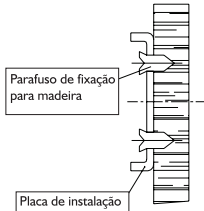

Figura 01
1. Fixar a placa de instalação na posição apropriada com parafuso adequado. Obs.: Verificar qual é o parafuso mais apropriado para esta situação (Figura 01);